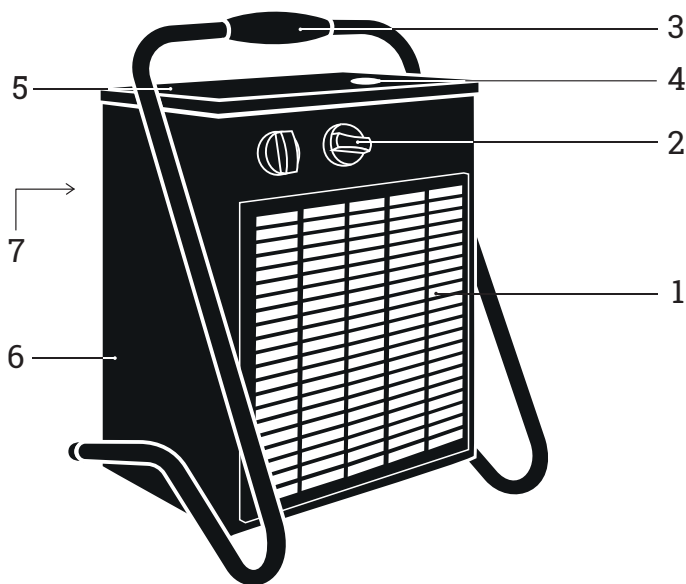

Рис. 1. Тепловая пушка
Несущая конструкция тепловой пушки состоит из корпуса (6) и крышки (5) (рис. 1).
Электрическая схема тепловой пушки представлена в приложении на рис. 1.